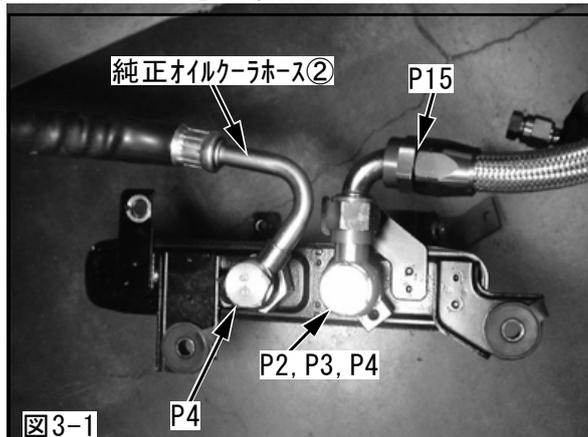

図3-1
- (1) 純正オイルクーラコアにバンジョウを取付け、オイルクーラホースNo.1を仮付けしてください。(図3-1)
- (2) 純正オイルクーラコアに純正オイルクーラホース②を取付けてください。(図3-1)